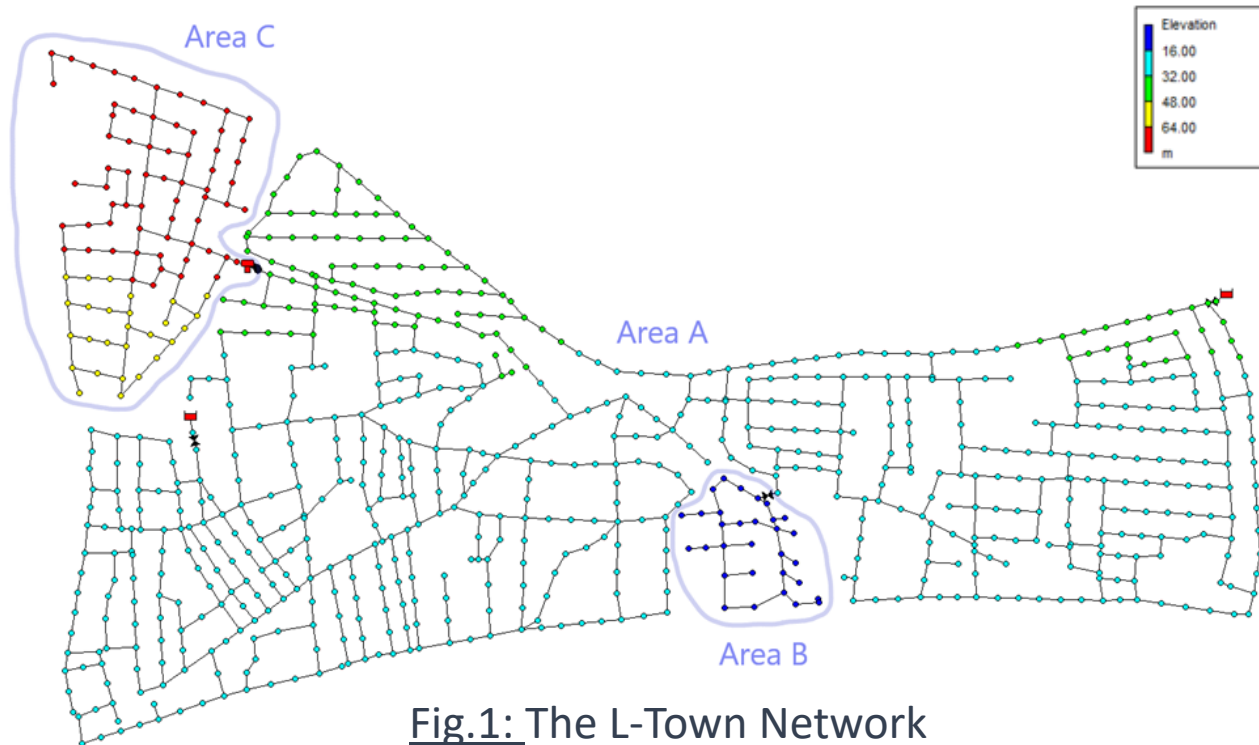

Fig.1: The L-Town Network
- Μας απασχολεί η “Area C” (βλ. Fig. 1).